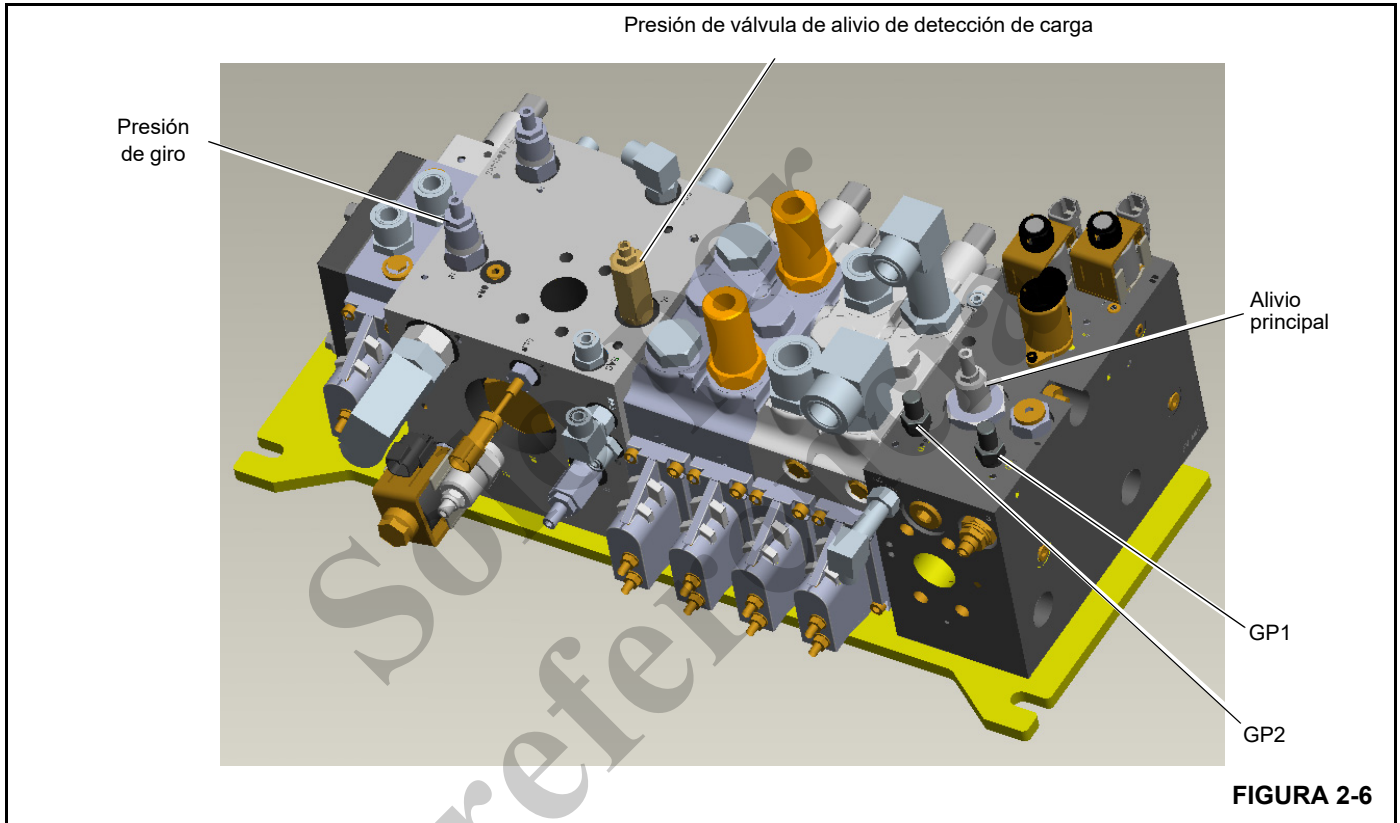

FIGURA 2-6
- 8. Instale un manómetro en la lumbrera de manómetro de la bomba (GP1) en la válvula de control de sentido (DCV) (Figura 2-6).
Para revisar la presión de margen, se generan dos presiones ya que el circuito de giro de la grúa necesita 28 bar (400 psi) de contrapresión todo el tiempo. Esto significa que cuando se instala un manómetro en la lumbrera de detección de carga (GP2 en la Figura 2-6), la presión indicará el alivio que está presente en el circuito de giro. Por ello, la contrapresión de giro se debe verificar primero.
1. Instale un manómetro en la lumbrera de presión de la bomba (GP2) en la DCV (Figura 2-6).
1. Instale un manómetro en la lumbrera de presión de la bomba (GP1) en la DCV (Figura 2-6).
Para poder ajustar la presión máxima de la bomba, el ajuste de la válvula de alivio de detección de carga (LSRV) se debe elevar a un valor más alto que el del ajuste deseado de la presión de bomba máxima. Para elevar el ajuste de la LSRV (Figura 2-6) afloje la contratuerca (hexagonal de 1/2 pulg) y gire la tuerca hexagonal de ajuste (4 mm) en sentido horario hasta que toque fondo. Esto debería resultar en un ajuste de aproximadamente 345 bar (5000 psi).
5. Instale un manómetro con capacidad mínima de 414 bar (6000 psi) en la lumbrera de manómetro de bomba GP1 (Figura 2-6).
3. Aumente el ajuste del compensador de presión (PC) hasta alcanzar 345 bar (5000 psi) en el manómetro. Se debe escuchar un silbido en la línea de alivio principal y se debe sentir un caudal grande de aceite hacia el depósito en la línea de retorno al depósito hidráulico. Esto significa que se alcanzó el ajuste de alivio principal.
4. Si no se puede llegar al ajuste de 345 bar (5000 psi), se debe aumentar el ajuste de la válvula de alivio principal (consulte la Figura 2-6). Para ello, afloje la contratuerca de 3/4 pulg y utilice una llave Allen de 3/16 pulg para hacer el ajuste. El giro en sentido horario aumenta el ajuste; cada vuelta representa 91 bar (1315 psi). Asegúrese de volver a apretar la contratuerca de 3/4 pulg a 8 Nm (6 lb-pie) cuando el ajuste es correcto.
5. Una vez que se alcanza el ajuste de alivio principal, el ajuste del compensador de presión (PC) de la bomba se debe devolver al valor de la Tabla 2-2. Vea "D. Ajuste de la presión máxima de la bomba".
1. Instale un manómetro de 414 bar (6000 psi) en la lumbrera de presión de la bomba (GP1) en la DCV (Figura 2-6).
1. Instale un manómetro de 345 bar (5000 psi) en la lumbrera de presión de la bomba (GP2) en la DCV (Figura 2-6).
3. Si la presión de LSRV no es correcta, apriete el tornillo de LSRV como se muestra en la Figura 2-6.